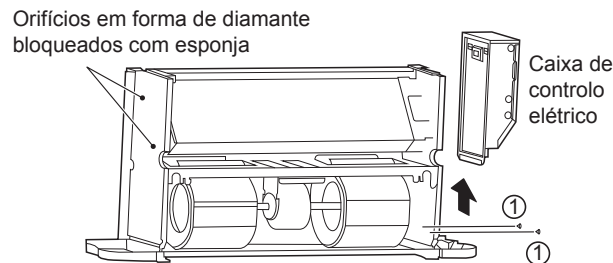

Figura 5-19 Remoção da caixa de controlo elétrico e bloqueio dos orifícios em forma de diamante
Como mostrado na Figura 5-19, remova os parafusos ① *2 para retirar a caixa elétrica.
Como mostrado na Figura 5-19, bloqueie os orifícios em forma de diamante na placa lateral (a placa sem os tubos de entrada e de saída) com esponja.